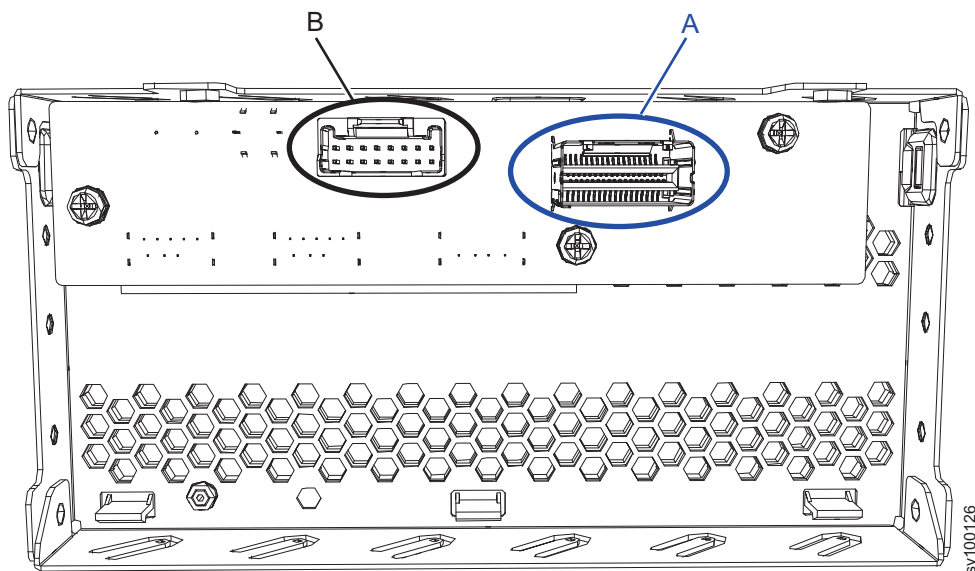

Figura 168. Conectores a cabo na parte traseira do painel de informações do operador
3. Remova gentilmente cada cabo dos conectores na parte traseira do painel de informações do operador (**A** e **B**), conforme mostrado em Figura 168 na página 204.